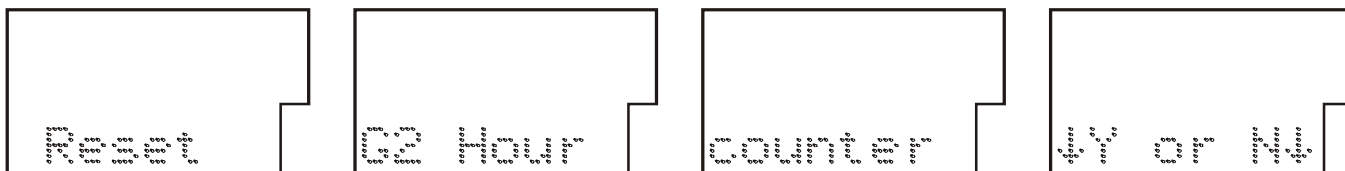

Figura 9: Sinalização do acesso ao reset do horímetro do tempo de operação do grupo de ventilação 2 (G2).
c) o relé sinalizar o acesso ao reset do horímetro do tempo de operação do grupo de ventilação 2 (G2) como mostrado na figura 9.